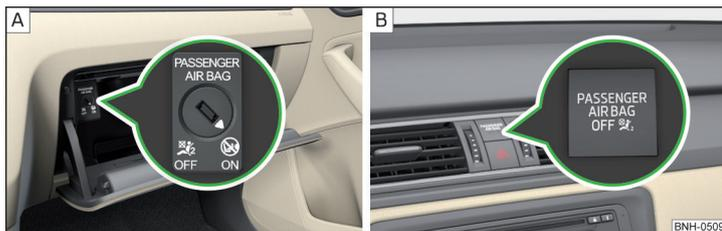

Abb. 10 Schlüsselschalter für Beifahrer-Frontairbag / Kontrollleuchte für Beifahrer-Frontairbag
Der Beifahrer-Frontairbag kann mit dem Schlüsselschalter abgeschaltet werden » Abb. 10 auf Seite 19 - A.
Stellungen des Schlüsselschalters » Abb. 10 - A
- OFF** Der Beifahrer-Frontairbag ist abgeschaltet - nach dem Einschalten der Zündung **leuchtet**¹⁾ die Kontrollleuchte **OFF**  » Abb. 10 - B